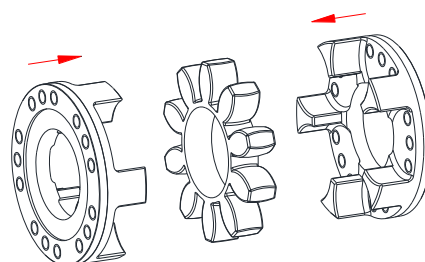

Fig. 15 : Montage des flasques d'entraînement et de l'anneau
- Emboîter les flasques d'entraînement et l'anneau (voir Fig. 15).